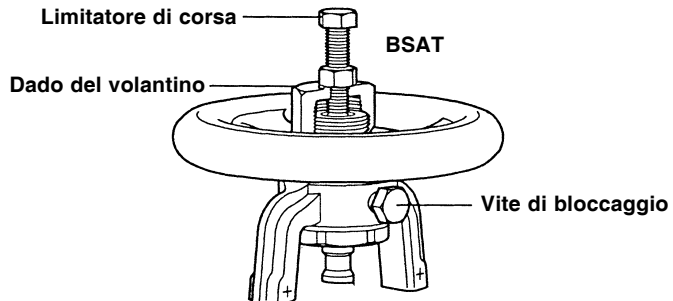

Fig. 8
- Una volta ottenuta la portata richiesta, serrare le vite di blocco ed eventualmente posizionare il limitatore di corsa (vedere la fig.8). Questa operazione minimizzerà gli effetti di eventuali vibrazioni. La variazione dei coefficienti di portata in funzione dell'apertura della valvola, numero delle rotazioni del volantino, è visibile sulla tabella di seguito riportata.